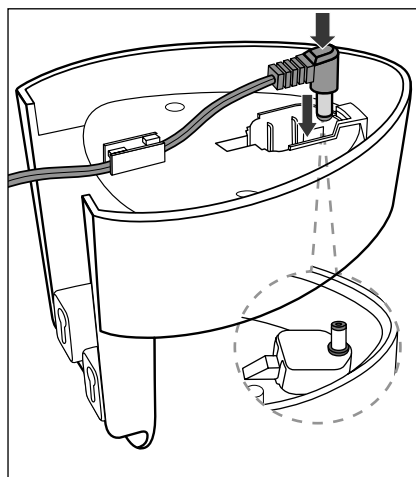

Fig. 2
- Mai întâi introduceți cablul prin ghidajul pentru cablu și împingeți apoi conectorul-tată ⑤ în orificiul din suportul de perete ③, astfel încât să stea fix (fig. 2).